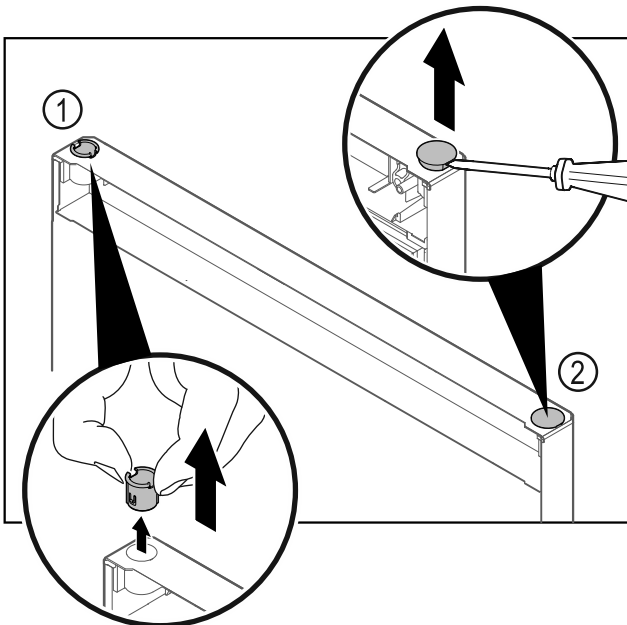

Fig. 11
- ▶ Estrarre la boccia cerniera Fig. 11 (1) con le dita.
- ▶ Con un cacciavite a testa a intaglio sollevare con cautela il tappo Fig. 11 (2) ed estrarlo.